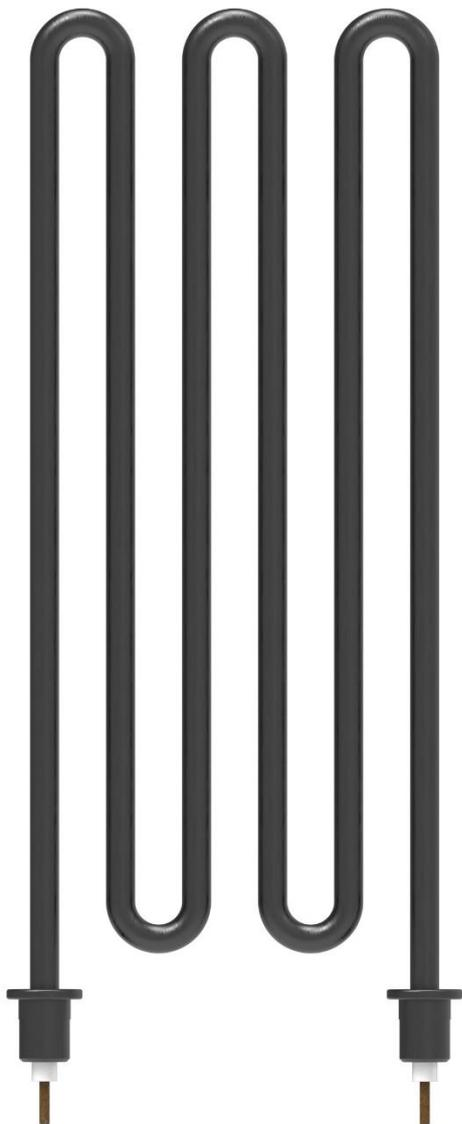
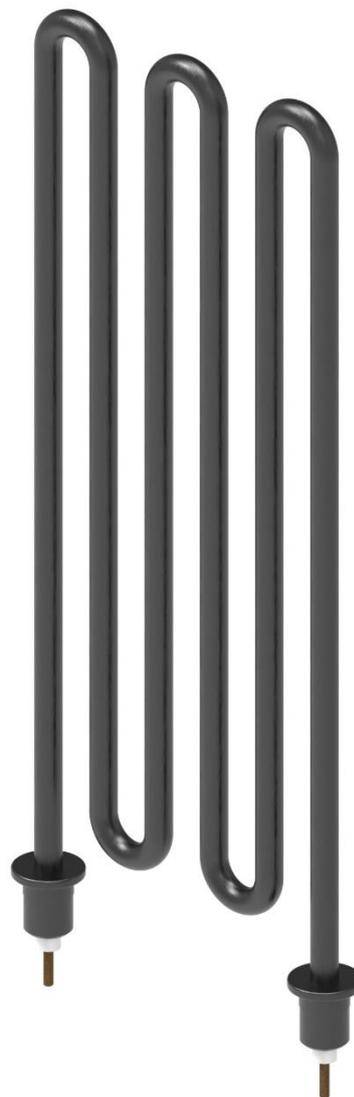

Рис.6. ТЭН-Вид спереди
Рис.7. ТЭН-Изометрическая проекция
1) ТЭНы – электронагревательный прибор в виде металлической трубки, заданной формы, согласно проектной документации, заполненный теплопроводящим электрическим изолятором. (Рис. 6. ТЭН – вид спереди), (Рис. 7. ТЭН – Изометрическая проекция)